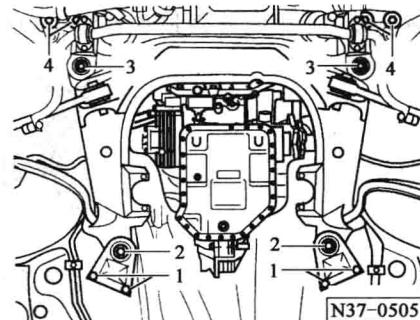

图 1-22 变速器
(10) 取下变速器,如图 1-22 所示:
①旋下在车辆两边副梁后螺栓_____和_____。
②完全_____的副梁前螺栓 3。